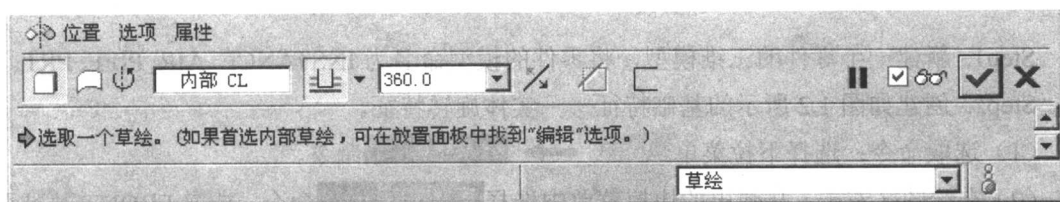

图 1.5 操控板
(4) 定义旋转角度。在如图 1.5 所示的操控板中，选择旋转角度类型 （即草绘平面以指定的角度值旋转），再在角度文本框中键入角度 360.0，并按回车键。
(5) 在操控板中，单击预览按钮 ，可浏览所创建的旋转特征，单击操控板中的按钮 ，则完成特征的创建。